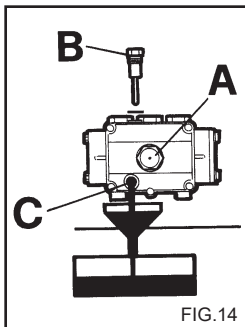

FIG.14
- 2) Den Deckel mit dem Kontrollstab (Fig.14) aufdrehen.